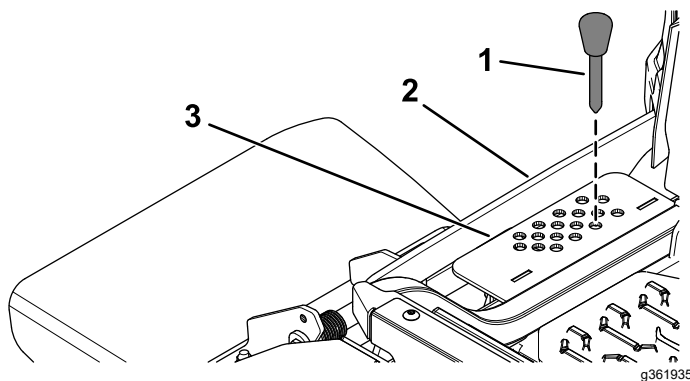

Рисунок 32
2. Выберите отверстие в кронштейне высоты скашивания, соответствующее требуемой высоте скашивания, и вставьте штифт (Рисунок 32).
3. Нажмите вниз на переключатель подъема деки так, чтобы рычажный механизм высоты скашивания слегка касался штифта высоты скашивания (Рисунок 32).